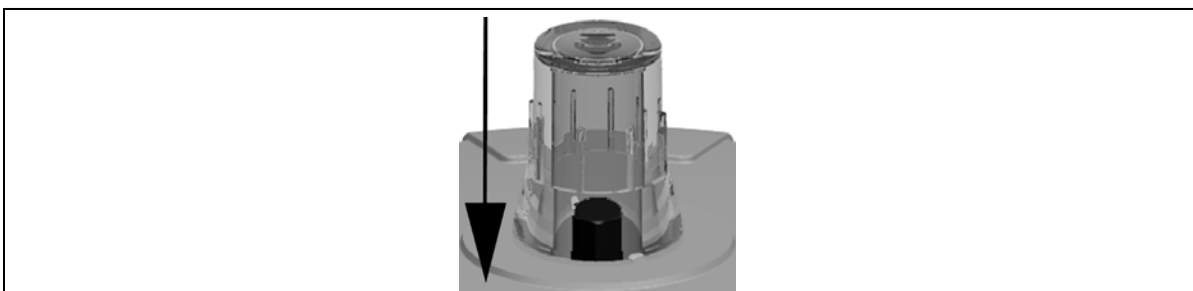

Fig. 22
- Para el desmontaje: mueva el actuador a la posición de "cerrado, véase Fig. 22